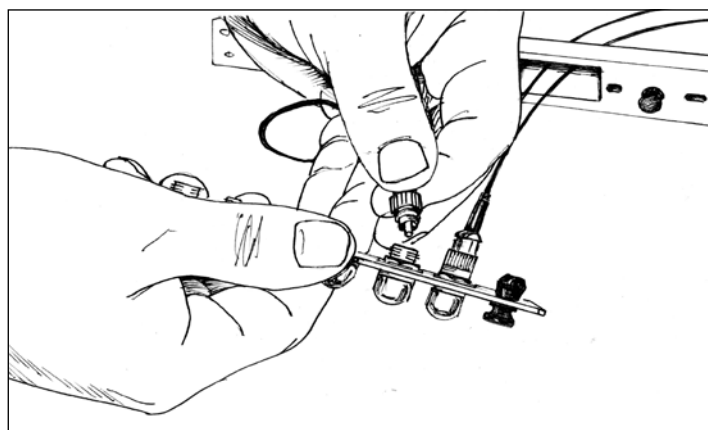
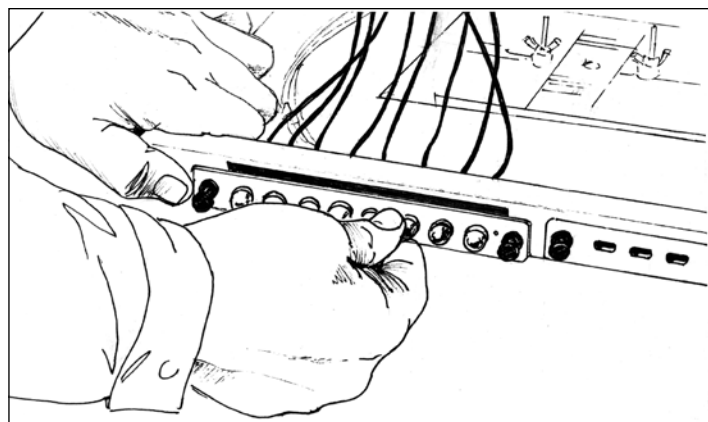

Рис. 3.11. Установка коннекторов
Рис. 3.12. Установка планки
**3.1.10.** Готовые коннекторы с «pigtail» пропускают через отверстие, где была установлена планка. Устанавливают коннекторы в адаптеры (Рис. 3.11). Далее закрепляют планку к шкафу (Рис. 3.12).